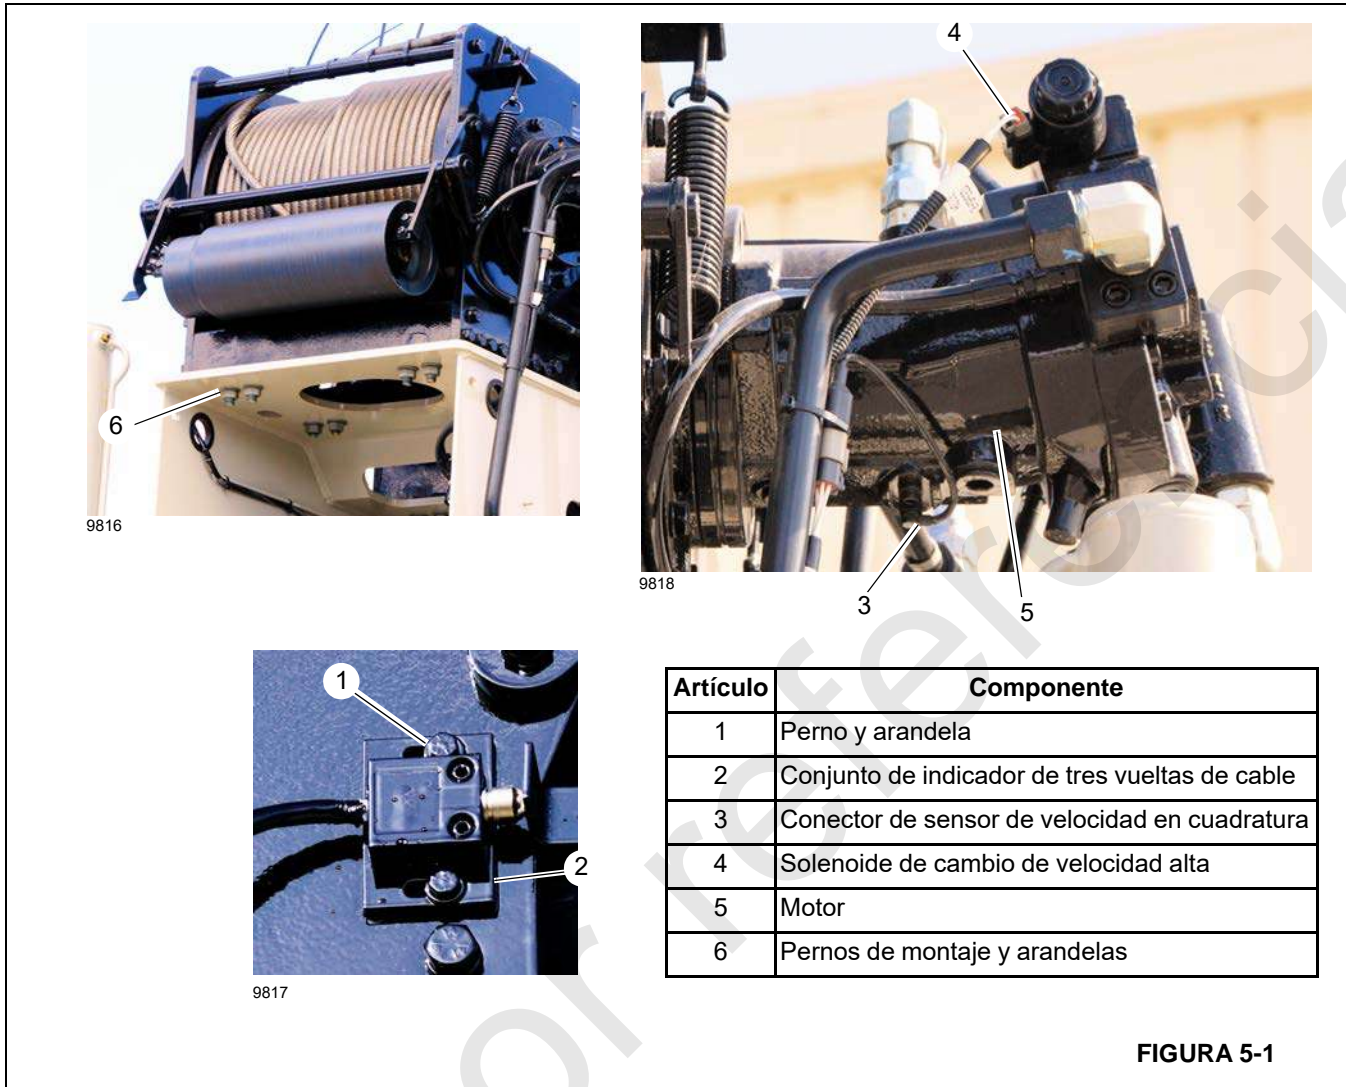

FIGURA 5-1
3. Retire dos pernos (1, Figura 5-1) y retire el conjunto de indicador de 3 vueltas de cable (2) del malacate.
4. Desconecte los conectores del solenoide de cambio de velocidad alta (4) y del sensor de velocidad en cuadratura (3) del malacate.
7. Saque los pernos de montaje y las arandelas (6) del malacate.